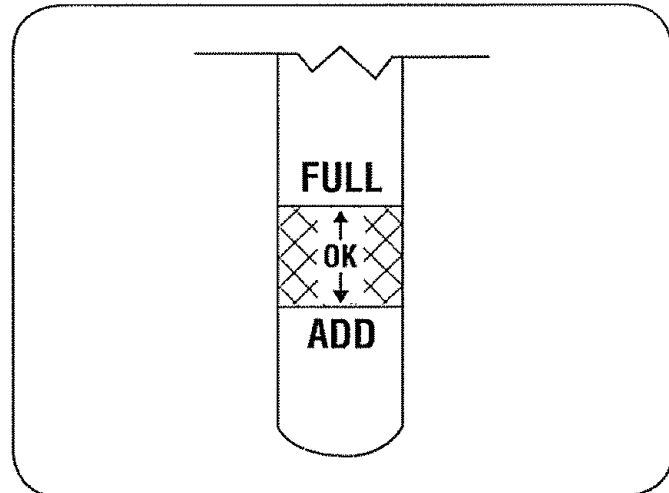

Figura 13
1. Con el motor ubicado en suelo parejo, el aceite debe estar en la marca FULL (lleno) de la varilla del nivel de aceite. Vea la figura 13.